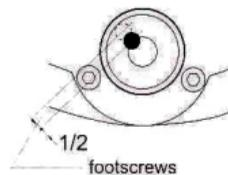

Fig.10
- a. Invertiti de surubul reglaj pana bula intra jumatate in cerc din centru ( Fig. 10)